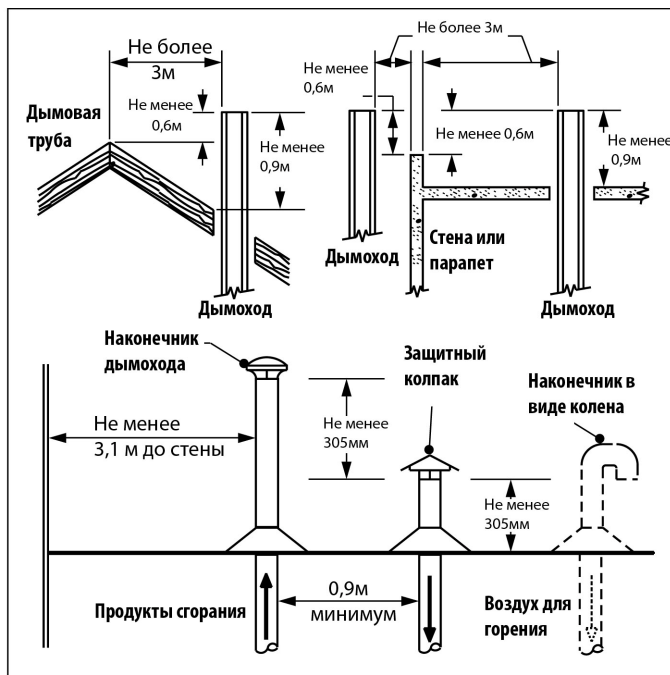

Рис. 3 Расположение воздуховодов и дымоходов на крыше здания
Воздух для горения может подаваться через отверстия, устроенные в стене или крыше. При подаче через стену воздух должен забираться извне через горизонтальный наконечник производства фирмы Laars (см. табл. 2). При подаче воздуха через крышу на наконечники следует устанавливать защитный колпак или колено для защиты от дождя, как это показано на рис. 3.
4. Если наконечник воздуховода расположен на одной стене с наконечником дымохода, расположите последний на расстоянии не менее 0,9м (3 футов) от наконечника воздуховода по горизонтали и не менее 0,3м (1 фута) выше его по вертикали (рис. 3).
Если дымовые газы от котла отводятся через крышу (через вертикальный дымоход), наконечник дымохода должен располагаться на высоте не менее 3 футов (0,9 м) над точкой выхода трубы из кровли. Он должен возвышаться не менее, чем на 2 фута (0,6 м) над самой высокой выступающей частью здания и находиться от неё на расстоянии не менее 10 футов (3,0 м) по горизонтали. Наконечник дымохода должен быть расположен достаточно высоко над кровлей, чтобы исключить его блокирование снегом. Если воздух для горения также забирается с крыши здания, наконечник воздуховода должен находиться не менее, чем на 12 дюймов (30 см) ниже наконечника дымохода по вертикали (рис. 3). Более подробно эта информация приведена в местных нормах и правилах.
При подаче воздуха через крышу здания на наконечники следует устанавливать защитный колпак или колено для защиты от дождя, как это показано на рис. 3.